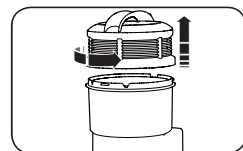

Fig. 5
1. Para acceder al filtro, retire el conjunto del filtro quitando la tapa del contenedor de polvo. Gire la tapa en sentido contrario a las agujas del reloj hasta que encaje (Fig. 5).